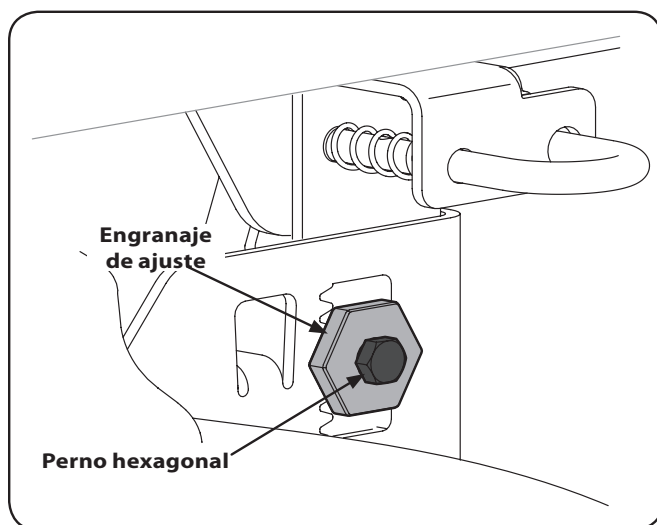

Figura 6-4
3. Afloje, pero NO extraiga, el perno de cabeza hexagonal ubicado en el gancho trasero izquierdo de la plataforma. Vea la Figura 6-4.
4. Con una llave, levante o baje el lado izquierdo de la plataforma girando el engranaje de ajuste. Vea la Figura 6-4.